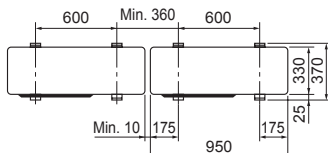

Fig. 3-1
- \* Ünitenin çalışması sırasında gürültü yapmaması için üniteyi mutlaka sağlam ve düz bir yüzeye monte edin. (Fig. 3-1)